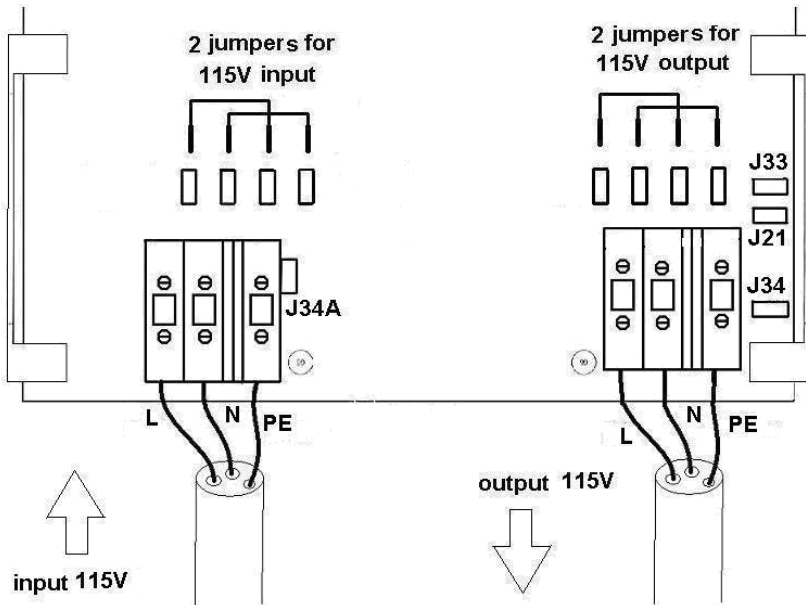

Abb. 3: Brückenschaltung bei 115/120 V Eingang/Ausgang
2.2.3 Bei 115/120 V Eingang/Ausgang, setzen Sie Brücken entsprechend Abb. 3.